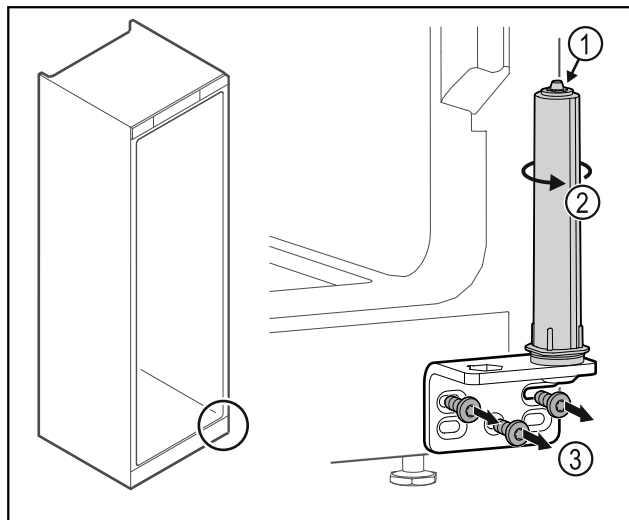

Fig. 46
- Не разглобявайте затварящата система на вратата Fig. 46 (1).
- Въртете затварящата система Fig. 46 (2), докато тя щракне.
- Развийте ъгъла на пантата Fig. 46 (3).